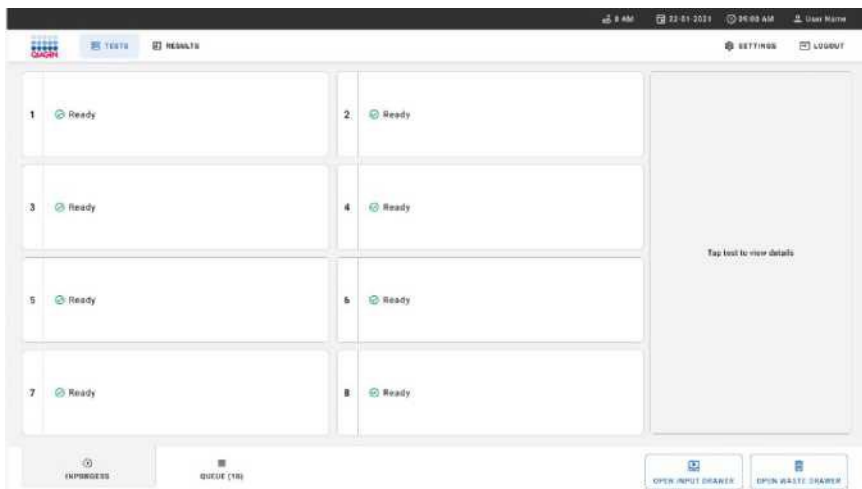

Рис. 20. Главный экран теста.
3. Закройте отсек для отходов после извлечения картриджей. Система просканирует лоток и вернется к основному экрану (рис. 20). Если лоток был извлечен для обслуживания, убедитесь, что он правильно вставлен, прежде чем закрывать отсек.
4. Нажмите кнопку «**OPEN INPUT DRAWER (открыть загрузочный лоток)**» в правом нижнем углу экрана (рис. 20).